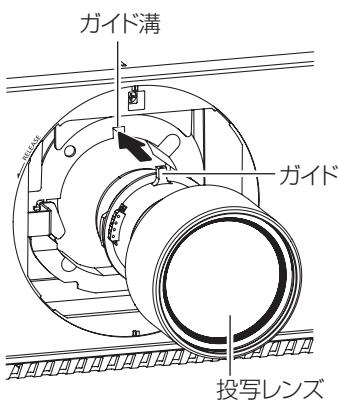

図1
1) 投写レンズカバーを取り外し、投写レンズのガイドを本体のガイド溝に合わせて奥まで差し込む（図1）